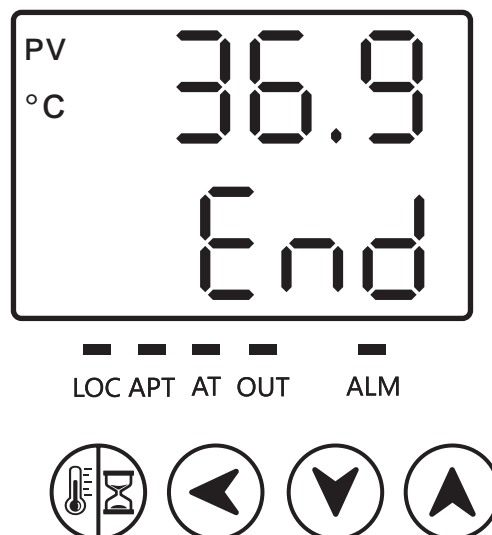

Figura 7. Término del ciclo de Temporizador
3. Después de transcurrido el tiempo de ciclo definido por el usuario, el sistema encenderá la alarma sonora e interrumpirá el sistema de calentamiento para que la temperatura **descienda de forma natural** (Figura 7). Pulse cualquier botón para apagar la alarma sonora.